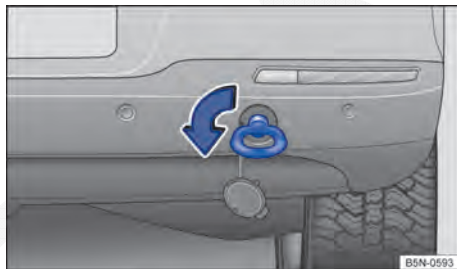

Fig. 251 No para-choque traseiro à direita: rosquear a argola de reboque.
- Rosquear a argola de reboque tão firme quanto possível **no sentido anti-horário** ⇒ **Fig. 251** no alojamento ⇒ . Utilizar um objeto apropriado com o qual a argola de reboque possa ser rosqueada com firmeza no alojamento.